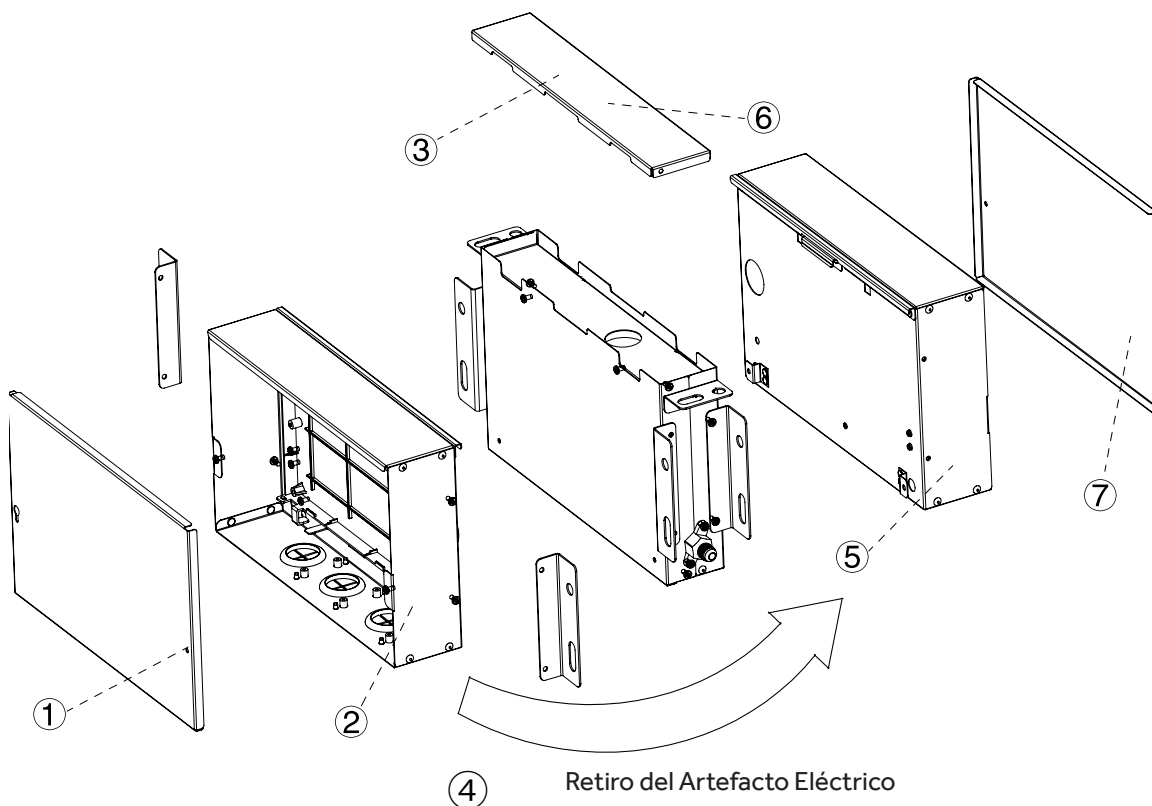

Fig. 1
- (1) Cambie la dirección de la instalación de la caja eléctrica de acuerdo con los requisitos y siguiendo los pasos que figuran a continuación; (consulte la Fig. 1)
- ① Retire la tapa de la caja de electricidad; (2 tornillos)
- ② Retire la caja de electricidad; (2 tornillos)
- ③ Retire la placa superior; (4 tornillos)
- ④ Cambie la dirección de salida del cableado (bobina de la válvula eléctrica) entre el equipamiento y la caja de electricidad;
- ⑤ Instale la caja de electricidad;
- ⑥ Haga un giro de 180° para instalar la placa superior;
- ⑦ Instale la tapa de la caja de electricidad.